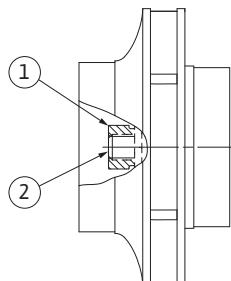

Fig. 55: Posição correta da porca do impulsor após a instalação
29. Segurar o veio (ver passo 24) e apertar a porca do impulsor com o torque de aperto recomendado (ver listagem "Tabela 11: Torques de aperto dos parafusos" na página 191). A porca (Fig. 55, pos. 1) tem de estar ao nível da extremidade do veio (Fig. 55, pos. 2), com uma tolerância de  $\pm 0,5$  mm. Se isso não se verificar, desapertar a porca e repetir os passos 25 a 29.